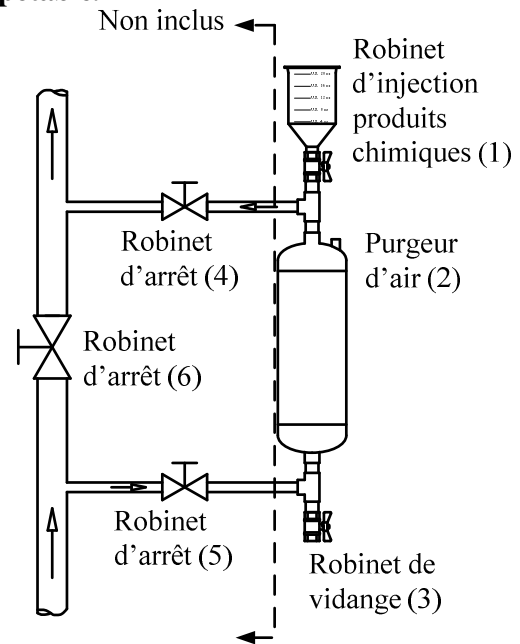

Fig. 2 – Méthode d'installation 2
Install the CBF in parallel with the system piping as shown in figure 2. Use shut off valves (4) and (5) to control the flow through the CBF and use shut off valve (6) to force flow through the CBF. Check that all connections have been properly tightened to avoid leaks.
Refer to Figure 2 when using installation method 2.
Installer le doseur CBF en parallèle au système de tuyauterie tel qu'illustré la figure 2. Installer les robinets (4) et (5) pour réguler le débit à travers le CBF et utiliser le robinet (6) pour forcer le débit du côté de la dérivation. Bien serrer tous les raccords pour éviter des fuites.
(Voir figure 2)